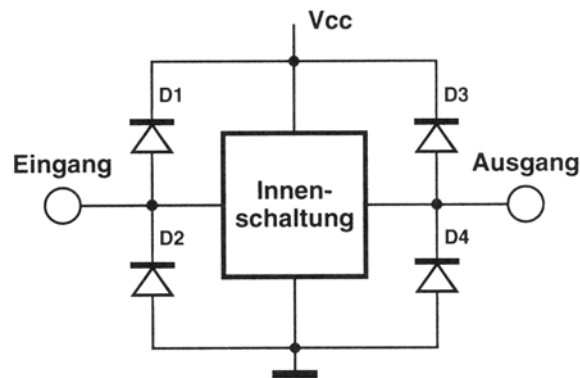

Abb.1.3 Diodenstrukturen an den Ein- und Ausgängen von Schaltkreisen (nach Texas Instruments)
Um festzustellen, ob ein Anschluß eines ausgeschalteten Schaltkreises hoch- oder niederohmig ist, kann man sich die jeweilige Innenschaltung ansehen und annehmen, daß bei ausgeschalteter Betriebsspannung ($V_{CC}=0$) ein Kurzschluß zwischen Masse (GND) und Betriebsspannung (V_{CC}) besteht. Auf dieser Grundlage ist dann zu untersuchen, welche Stromwege sich bilden können, wenn an den Schaltkreisanschluß eine Spannung gelegt wird. Wesentlichen Einfluß hierauf haben die Diodenstrukturen an den Ein- und Ausgängen der Schaltkreise (Abb. 1.3 und 1.4 Tabelle 1.1).
Tabelle 1.1 Erläuterungen zu den Diodenstrukturen in Abb. 1.3
- ein aktiver Ausgang wirkt auf einen inaktiven CMOS-Eingang. Ein inaktiver CMOS-Eingang ist -- infolge der Dioden D1, D2 (vgl. Abb. 1.3) – grundsätzlich niederohmig. Es ist an sich der ungünstigste Betriebsfall: die gegen V_{CC} geschaltete Diode D1 am Eingang liegt bei $V_{CC} = 0$ in Flußrichtung, und es gibt nichts, was den Strom begrenzt. Der inaktive Schaltkreis kann somit zerstört werden.
- ein inaktiver CMOS-Ausgang wirkt auf einen aktiven Eingang. Ein inaktiver CMOS-Ausgang ist – infolge der Dioden D3, D4 (vgl. Abb. 1.3) – niederohmig. CMOS-Stufen mit nach V_{CC} geschalteten Dioden können also nicht an Schnittstellen verwendet werden, die Hochohmigkeit erfordern.